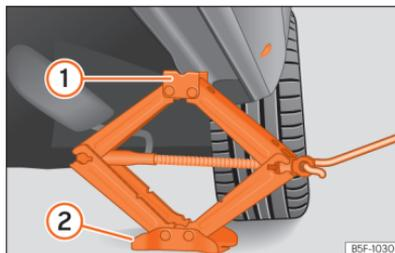

Abb. 225 Längsträger: Wagenheber ansetzen.
- Drehen Sie die Kurbel des unter dem Aufnahmepunkt des Längsträgers befindlichen Wagenhebers, bis sich die Nase (1) >>> [Abb. 225] unter der vorgesehenen Einführung befindet.
- Richten Sie den Wagenheber so aus, dass sein Aufnahmehorn (1) in die dafür vorgesehene Aufnahme am Längsträger „greift“ und die bewegliche Grundplatte (2) plan auf dem Boden